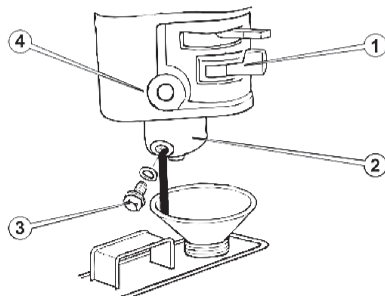

Рисунок 8. Очищення відстійника карбюратора.
Зазор між електродами має бути таким, як зображено на рис. 8. Компресійна шайба свічки запалювання повинна бути в хорошому стані. Повернути свічку запалювання на передбачене місце.
6.7 Очищення відстійника палива (рис. 8).
Відстійник розташований у карбюраторі (4, рис. 8) та призначений для осаду можливих механічних домішок, які наявні в паливі. Для очищення відстійника закрити паливний кран (1, рис. 8), відкрутити болт зливу (3, рис. 8), злити залишки палива, зняти нижню ванну (2, рис. 8) карбюратора, промити нижню ванну та встановити її на передбачене місце. Перевірити на відсутність витоків.